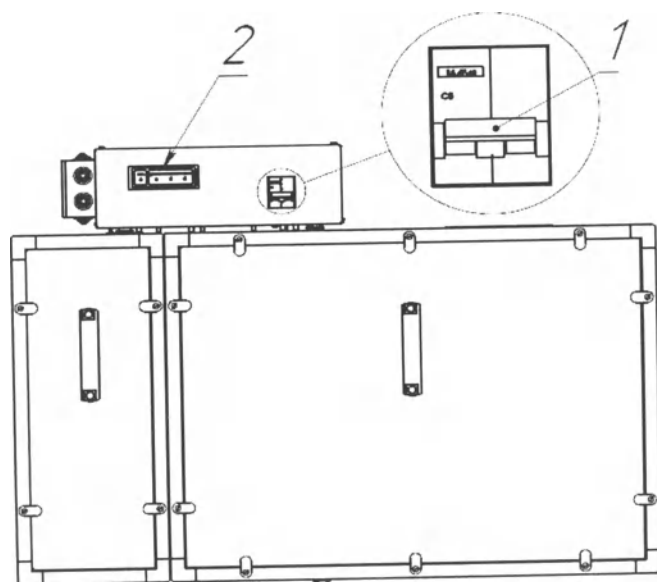

Рисунок 1.6 — Автомат включения/выключения прибора (поз. 1) и панель индикации (поз. 2)
1.1.4.2 Запуск прибора, подключенного к электросети без пульта индикации, осуществляется включением автомата на блоке автоматики (рисунок 1.6).
1.1.4.3 Запуск прибора, подключенного к электросети через пульт индикации, осуществляется включением автомата на блоке автоматики (рисунок 1.6) и двух автоматов на пульте индикации (рисунок 1.6, первый автомат — общий, второй автомат — соответствующий включаемому прибору).
2.3.2.1 Панель индикации (рисунок 2.) располагается на блоке автоматики прибора (рисунок 1.6, поз. 2) и отображает текущее состояние прибора при помощи световых индикаторов.